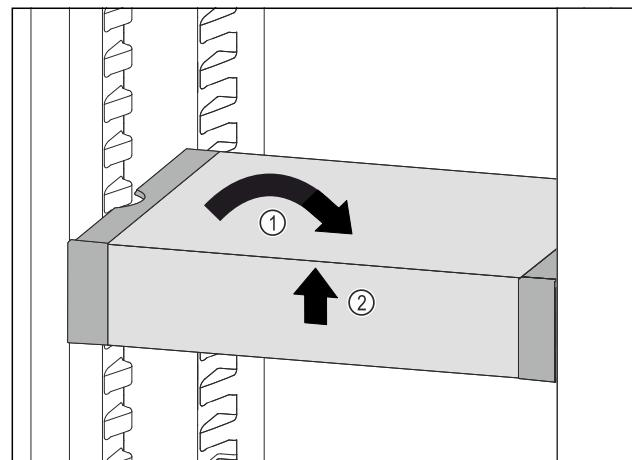

Fig. 102
- ▶ 将 VarioSafe 放平。Fig. 102 (1)
- ▶ 抬起 VarioSafe 前部。Fig. 102 (2)